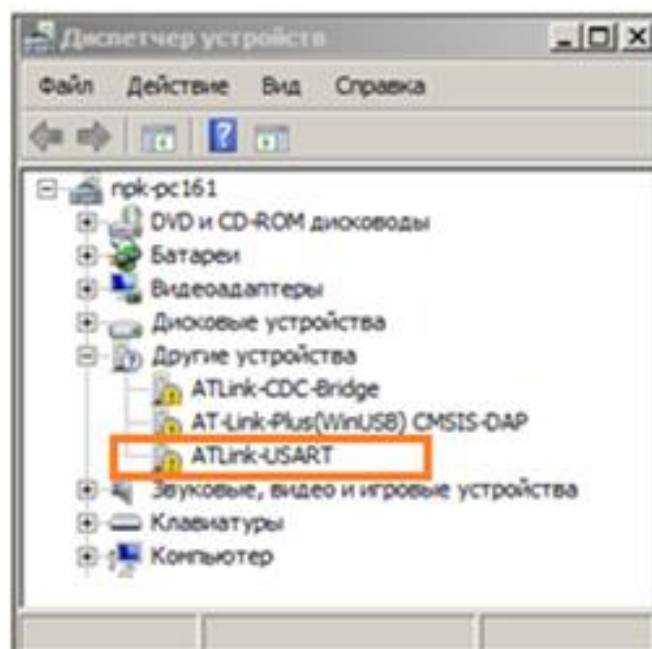

Рисунок 5.2 – Определение программатора в диспетчере устройств
5.3.3 Убедиться, что программатор AT-Link+ определен компьютером как **ATLink-USART** (рисунок 5.2).